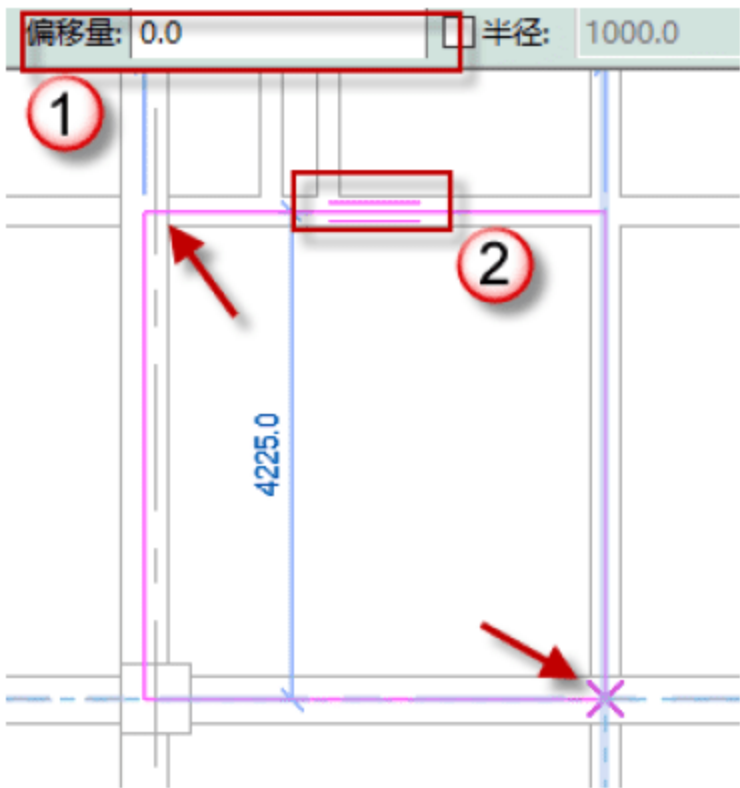

图 4.3.36 绘制 17 号板
(11) 绘制 17 号板，单击“矩形”按钮，绘制 17 号板，调整跨方向，将偏移量设置为 50，单击√按钮，完成绘制，如图 4.3.36 所示。